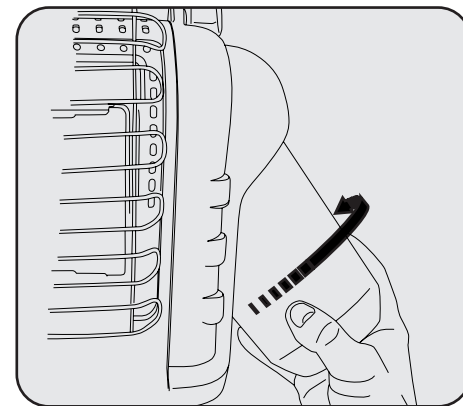

Figura 2
- Gire el regulador externo para la instalación de tanque fácil. Tornillo 1 libra. cilindro de suministro de gas de LP disponible dextrórum (de fondo) en calentador portátil hasta de mano apretado. Ver la Figura 2. No use el sellador de hilo en esta union.